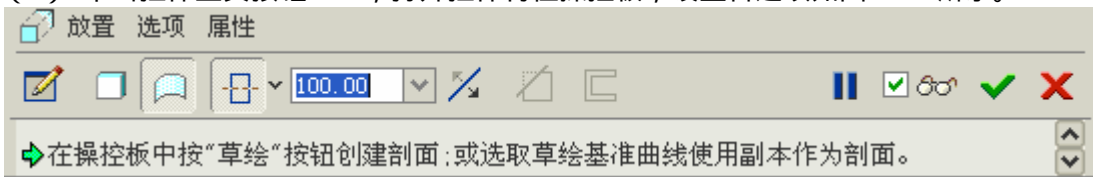

图 34-7
(1) 单击拉伸工具按钮 ，打开拉伸特征操控板，设置各选项如图 34-7 所示。